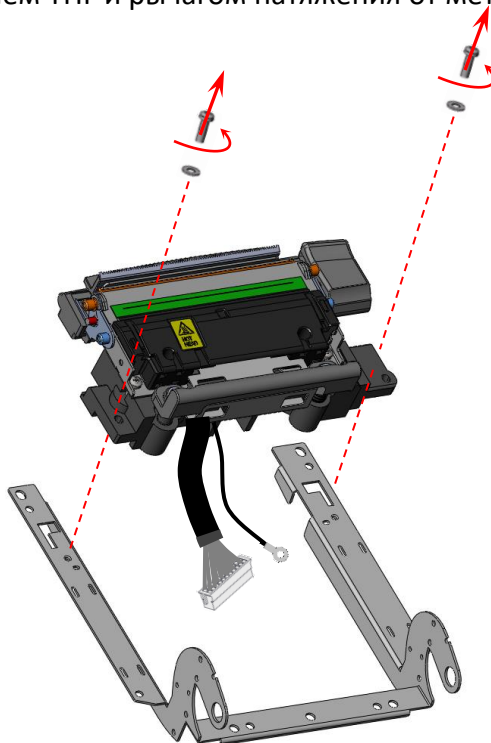

Рисунок 22. Отделение ТПГ с основанием и рычагом натяжения от металлического рычага
7. Прикрепить сборку к металлическому рычагу (рисунок 22).